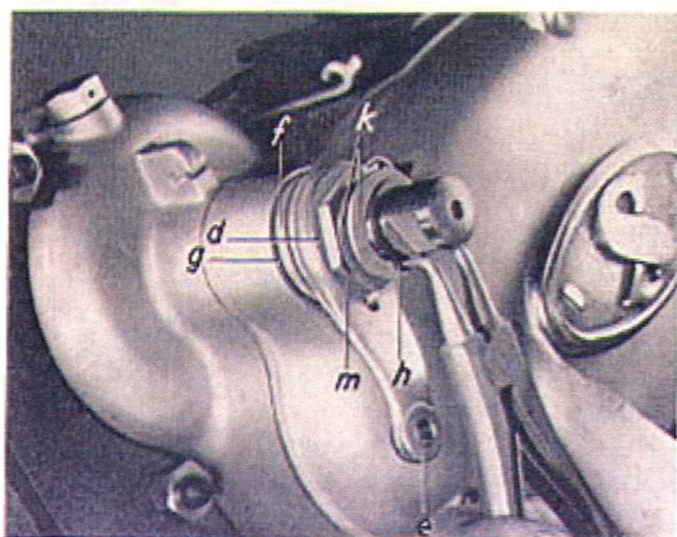

Bild 21
- 3.7 Bremshebel von Tretlagerwelle entfernen. Sicherungsring (h) mittels Spezialzange entfernen, Ausgleichscheiben (k) abnehmen. Mutter M 20,8 (m), linkes Gewinde, entsichern (d) und abschrauben. (Rohrsteckschlüssel SW 26.) Bremshebel (e) und Anlagescheibe (f), beide innen verzahnt, abziehen. Anlauf- bzw. Ausgleichscheiben (g) unter der Anlagescheibe entfernen. (Bild 21)